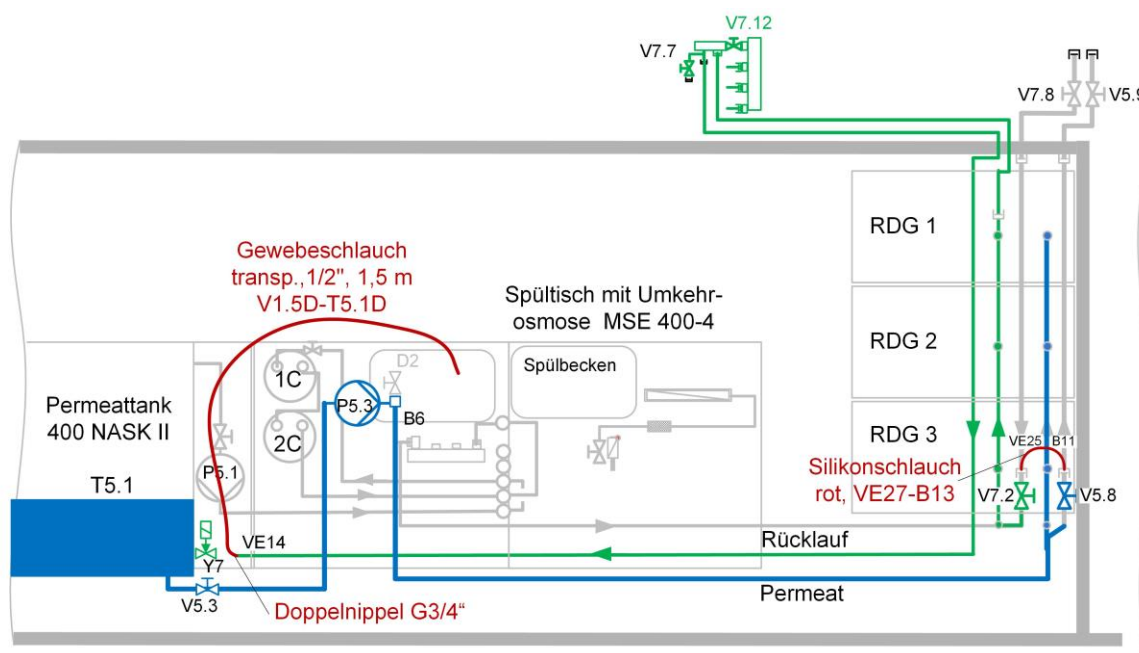

Abb. 15: Spülen der Permeatleitung
- ◆ Bringen Sie den Adapter zwischen den Anschlussstellen B11 und VE25 (siehe Abb. 15:) an.